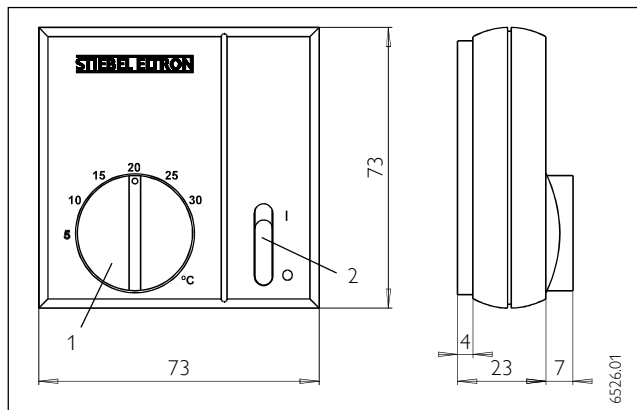

Abb. 1 / Fig. 1 / Afb. 1
An dem Drehknopf (Abb.1, Pos.1) kann die gewünschte Raumtemperatur eingestellt werden. Der Schalter (Abb. 1, Pos. 2) dient zum generellen Ein- oder Ausschalten des Heizgerätes.
The room temperature can be adjusted with the rotary dial (Fig. 1, Pos. 1). The switch (Fig. 1, Pos. 2) is used for switching the appliance on and off.
Le bouton de réglage (fig. 1, pos. 1) permet de régler la température ambiante désirée. L'interrupteur (fig. 1, pos. 2) permet la mise en marche ou l'arrêt du thermostat.
De draaiknop (afb. 1 pos. 1) dient voor het afregelen van de gewenste kamertemperatuur. De schakelaar (afb. 1 pos. 2) dient voor het algemeen uitschakelen van het toestel.